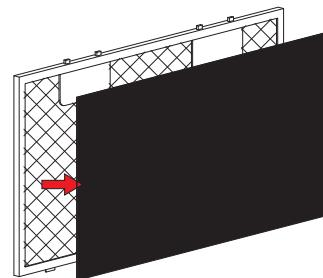

Bild 2
3. Siehe Bild 2, setzen Sie den neuen Kohlefilter auf den Fettfilter.